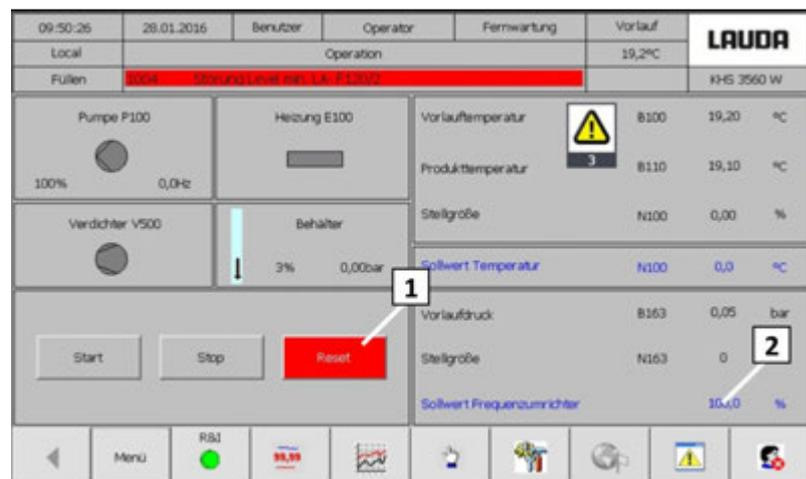

Fig. 72: Écran fonctionnement
12. Acquitter les défauts accumulés avec la [touche de réinitialisation]. (Voir la Fig. 72 [1])